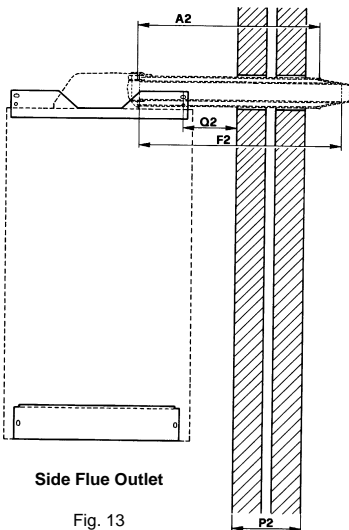

Fig. 13
- 4.2 **Side Flue Outlet** (fig. 13).